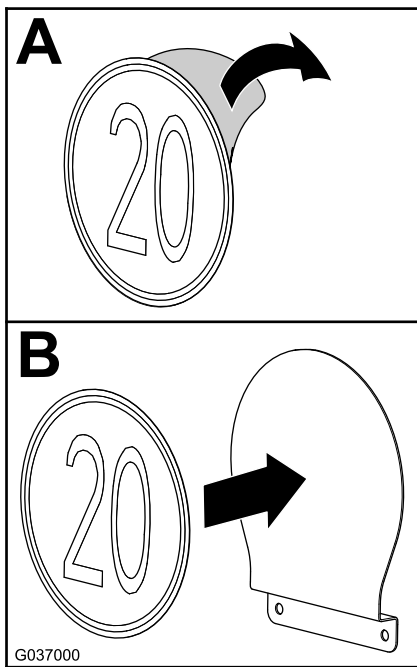

Figure 13
- Découpez la pellicule de protection au dos de l'autocollant du panneau indicateur de vitesse (A de Figure 13).
2. Placez l'autocollant devant le panneau indicateur de vitesse, comme montré en B de la Figure 13.